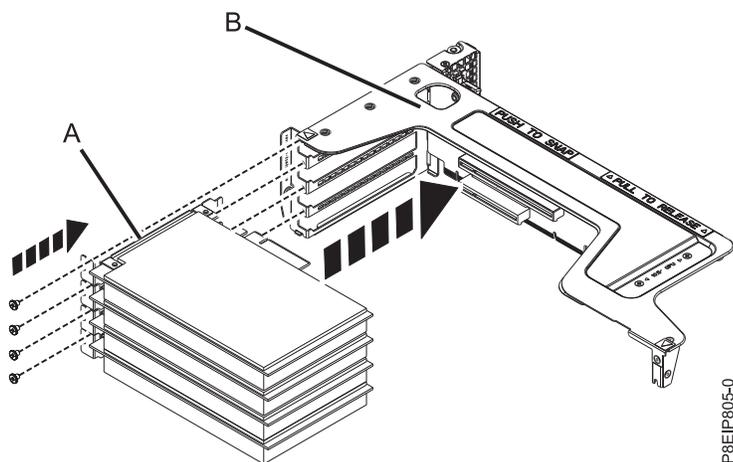

Figura 56. Inserción de un adaptador PCIe en la tarjeta de expansión
- b. Conecte el adaptador (A) en la ranura adecuada en la tarjeta de expansión del adaptador PCIe (B), como se muestra en la Figura 56 en la página 48.